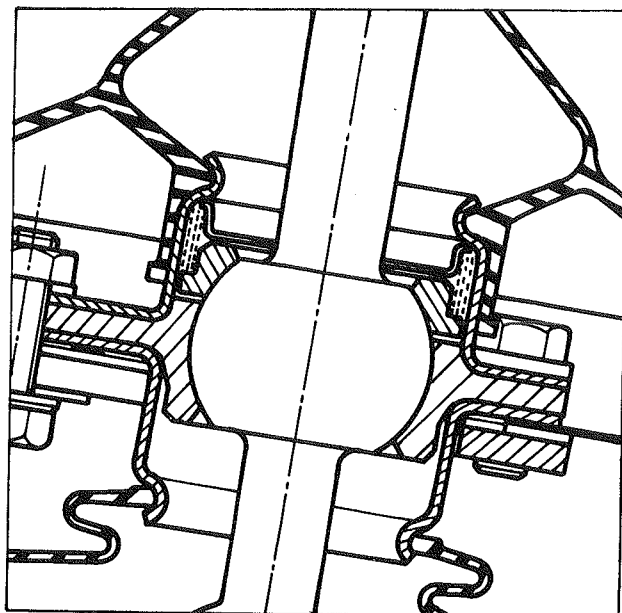

Fig. 11
La commande des vitesses s'effectue par levier au plancher. Le levier (A) monté sur rotule (fig. 11) commande un tube (B) qui assure 2 fonctions : (fig. 12)